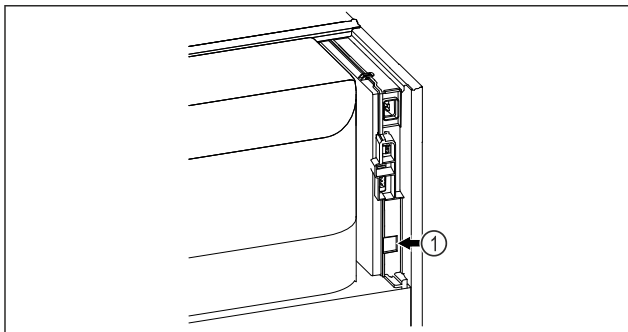

Fig. 88
- Se utiliza SmartModule Fig. 88 (1).